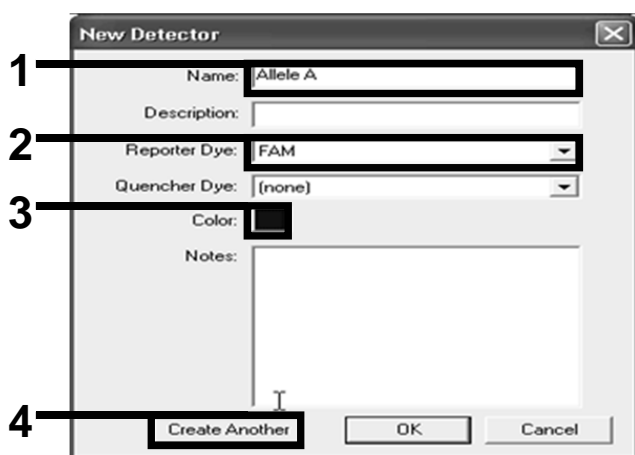

Ilustración 15. Creación de detectores.
16. En el cuadro de diálogo “New Detector” (Nuevo detector), introduzca *Allele A* (Alelo A) en el campo “Name” (Nombre) (ilustración 15). Deje la configuración de “Reporter Dye” (Fluoróforo indicador) en “FAM”. Haga clic en “Color” (Color), seleccione un color y, a continuación, pulse “OK” (Aceptar) (ilustración 15). Haga clic en “Create Another” (Crear otro) (ilustración 15).